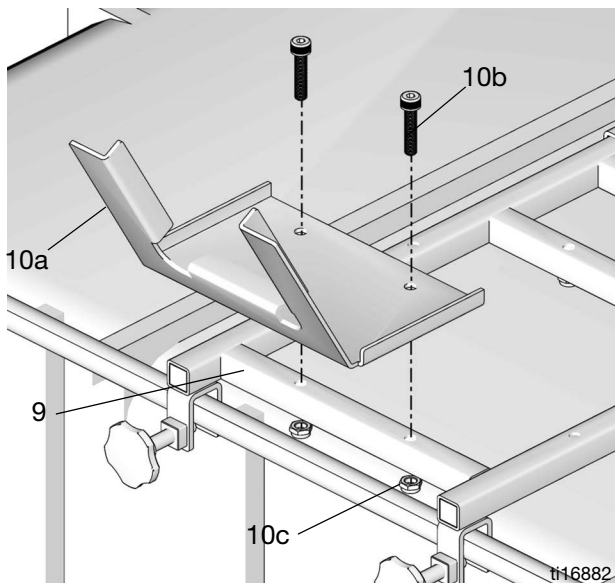

FIG. 15
1. Installer le guide de l'enrouleur de flexible (10a) sur le support supérieur (9) et le fixer à l'aide des vis (10b) et des écrous (10c) (FIG. 15).